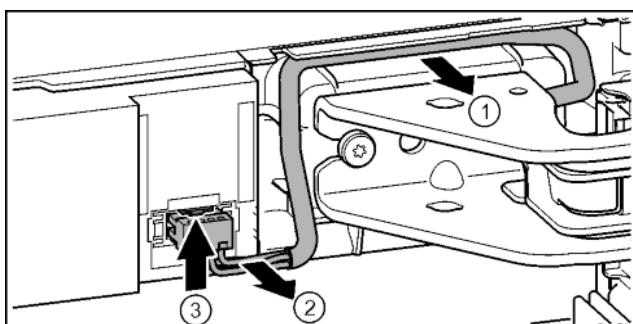

Fig. 18
- ▶ Осторожно освободить кабель над опорным кронштейном из направляющей. *Fig. 18 (1)*
- ▶ Аккуратно вытянуть жилы кабеля из канала. *Fig. 18 (2)*
- ▶ Прижать соединительную накладку вверх и осторожно вынуть штекер. *Fig. 18 (3)*